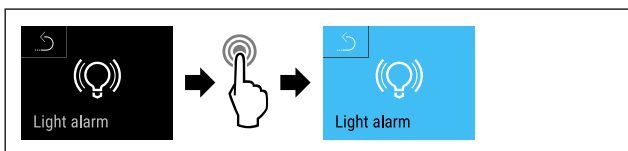

Fig. 151
- ▶ Stappen (zie Fig. 151) uitvoeren.